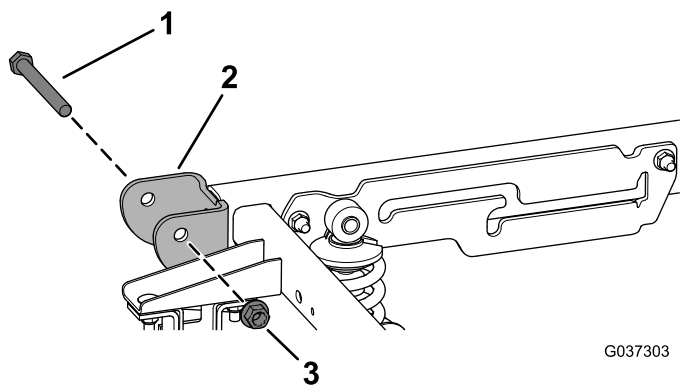

Рисунок 4
5. Выверните два шарнирных болта (1/2 x 4 1/2 дюйма) и две контргайки (1/2 дюйма) с кронштейна поворота, расположенного в задней части машины (Рисунок 4).